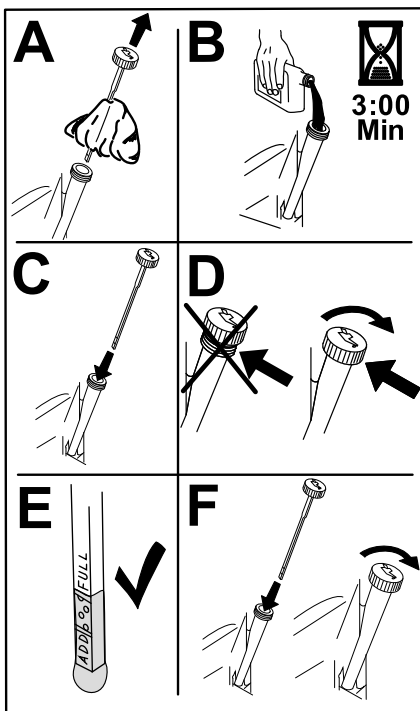

Рисунок 45
6. Медленно залейте приблизительно 80% масла указанного типа в заливную горловину и затем медленно добавляйте масло, чтобы довести его уровень до отметки «Полный» (Рисунок 45).